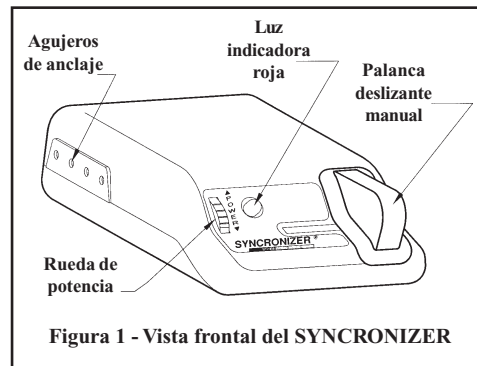

Figura 1 - Vista frontal del SYNCRONIZER
- La “**rueda de potencia**” (Figura 1) está ubicada en el lado delantero izquierdo del controlador.
- La “**palanca deslizante manual**” (Figura 1) está ubicada en el lado delantero derecho del controlador.
- Desconecte el conector eléctrico del vehículo de remolque al remolque. Mueva la palanca deslizante manual (Figura 1) a la izquierda. La luz indicadora roja se debe volver cada vez más brillante y se deben iluminar las luces de frenado del vehículo de remolque.